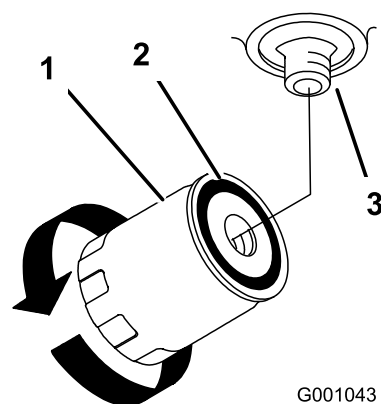

Bild 101
7. Ölen Sie die Gummidichtung am Ersatzfilter leicht mit Frischöl ein (Bild 101).
9. Füllen Sie den Hydraulikbehälter mit Hydraulikflüssigkeit, bis die Flüssigkeit über den Filter läuft. Drehen Sie den Filter dann nach rechts, bis die Gummidichtung den Filteradapter berührt. Ziehen Sie den Filter dann um eine weitere halbe Umdrehung fest (Bild 101).